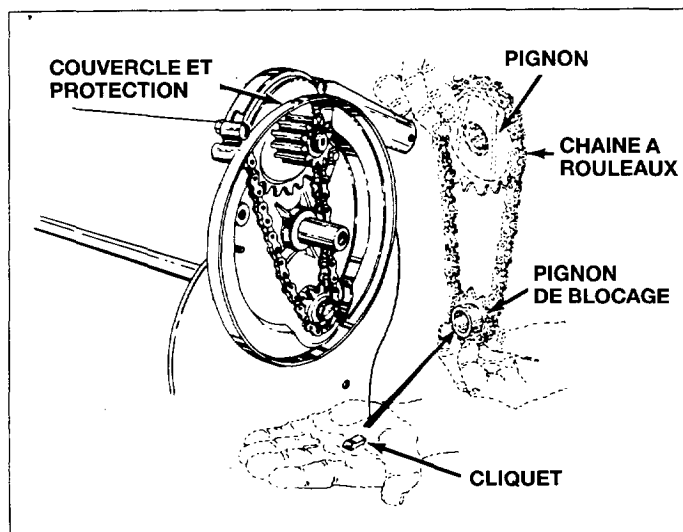

Fig. 34
2. Le couvercle et la protection doivent être démontés pour l'entretien de la chaîne, du pignon de chaîne et du toc d'entraînement. (Vous n'avez pas besoin de les démonter pour le nettoyage et le graissage de la chaîne). Voir les figures 34 et 35.
4. Le cliquet d'arrêt à l'intérieur du pignon de blocage a un côté avant et côté plat. Voir la figure 34. Lors du montage du pignon de blocage et du cliquet, le côté intérieur doit être rempli de graisse. Placez-y le pignon et la poignée. Si les brosses tournent dans les deux sens, le cliquet est mal monté. Démontez et retournez le cliquet. Si la brosse tourne dans le même sens, le cliquet est correctement monté.